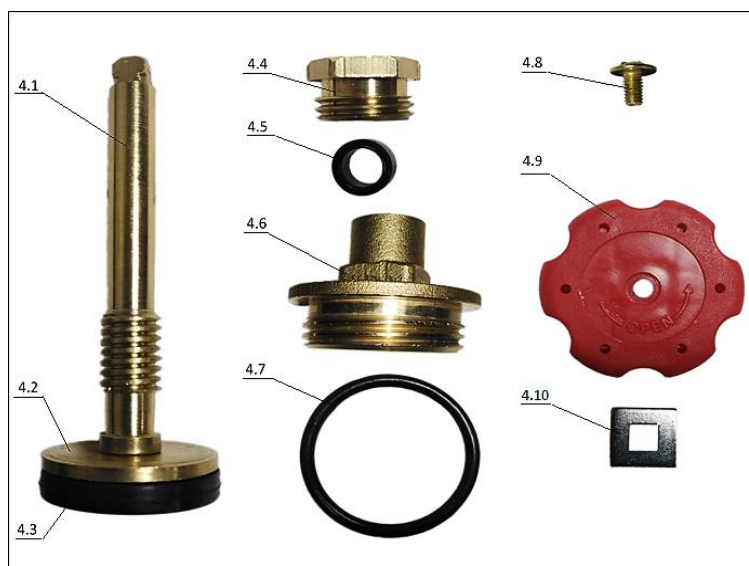

Рисунок 3. Конструкция вентиля вентиляльной головки
4.1. Конструкция вентиляльной головки поз.3 (Рисунок 3, таблица.5)